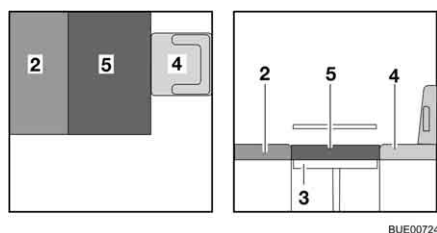

Bild 76 Nach dem Umbau
- Das Zusatzpolster (Bild 76,5) auf den Tisch legen.
- Den Fahrersitz (Bild 76,4) gegebenenfalls wieder nach hinten schieben.